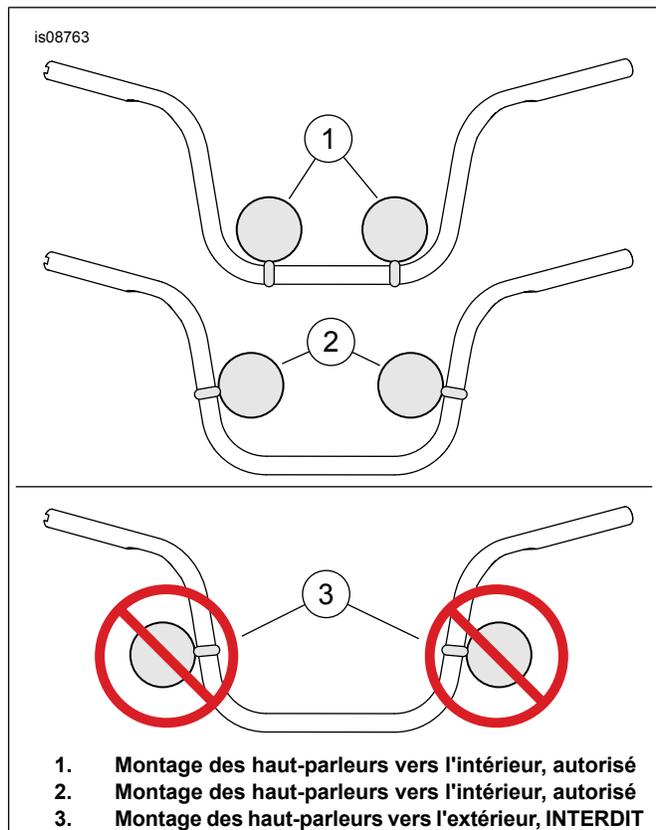

Figure 5. Emplacement des haut-parleurs sur le guidon
- Voir Figure 5. Monter les haut-parleurs comme illustré. Placer les brides de haut-parleur (4) de sorte que les haut-parleurs se situent à l'intérieur du guidon. Placer les haut-parleurs de manière symétrique à gauche et à droite de la bride de guidon, et aussi bas et proche du centre que possible.